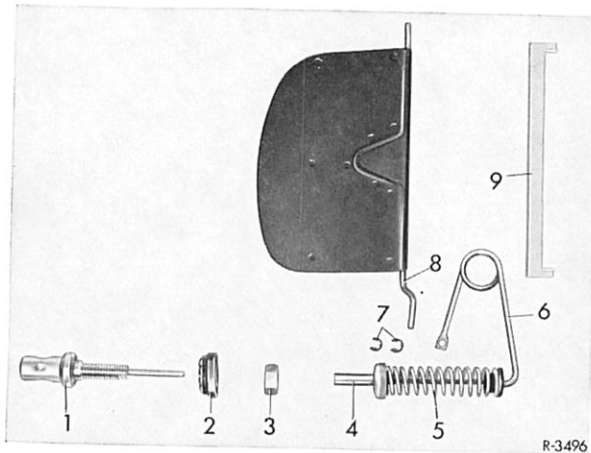

Bild 09–2/4
- 6 Thermostat (1) in die Kunststoff-Befestigungsmutter (2) im Ansaugrohr einschrauben.
- 7 Thermostat (1) auf den Abstand „a“ = 9,0–1 mm einstellen (Bild 09–2/3).
- 8 Thermostat mit Sechskantmutter (3) kontern.
- 9 Betätigungshebel (6) einbauen.